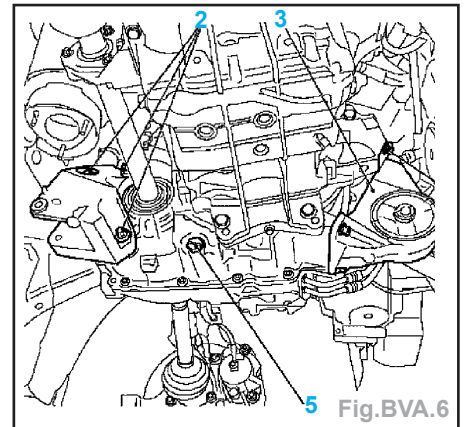

Fig.BVA.6
- Démontez le bloc amortisseur avant du moteur (3) ainsi que le bloc amortisseur arrière (2) (Fig.BVA.6).